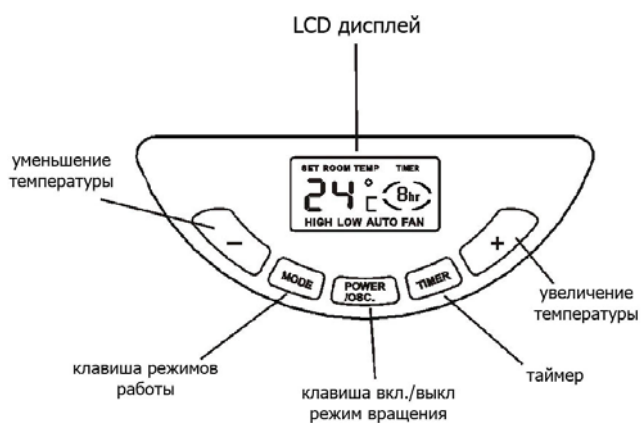
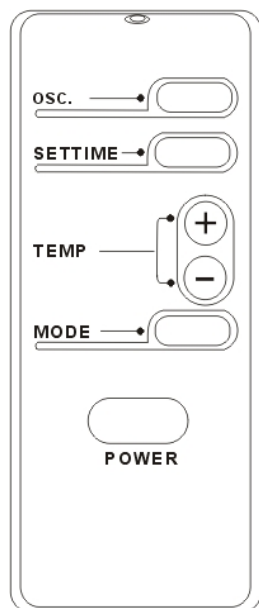

Рис. 4
Рис. 5
Управление работой обогревателя можно производить как с панели управления, расположенной в верхней части обогревателя (см. Рис.1 и Рис.4) так и с пульта дистанционного управления (см. Рис.5). Для работы пульта дистанционного управления необходимо две батарейки, для их установки снимите крышку, расположенную на задней поверхности пульта дистанционного управления, вставьте батарейки в соответствии с указателями, и закройте крышку.
5.3 Нажмите включатель, расположенный на основании обогревателя (см. Рис.2), при этом должен появиться звуковой сигнал и зажечься контрольная лампа электросети (см. Рис.4).
5.4 Для включения обогревателя нажмите на панели управления кнопку **Power & OSC** (Включение и режим вращения) (Рис. 4) или кнопку **Power** на пульте ДУ. При этом на дисплее отобразится текущее значение температуры помещения. По умолчанию
**ТАЙМЕР.** Эта функция доступна в любом режиме работы обогревателя. Она позволяет установить длительность работы обогревателя от 0,5 до 7,5 часов. Для включения функции "таймер" нажмите кнопку **Timer** (Выбор режимов работы и таймер) и удерживайте её около 2 секунд, при этом на дисплее начнет мигать индикатор "0.5" (см. Рис.4). Для увеличения значения времени нажмите клавишу «+», при этом значение времени будет изменяться с интервалом 0,5 ч до тех пор, пока не будут зажжены все индикаторы времени. Для уменьшения значения времени нажмите клавишу «-», при этом значение времени работы будет изменяться с интервалом 0,5 ч. После того как останется гореть только индикатор "0.5". При установке таймера с пульта ДУ нажмите кнопку **SET TIME**.